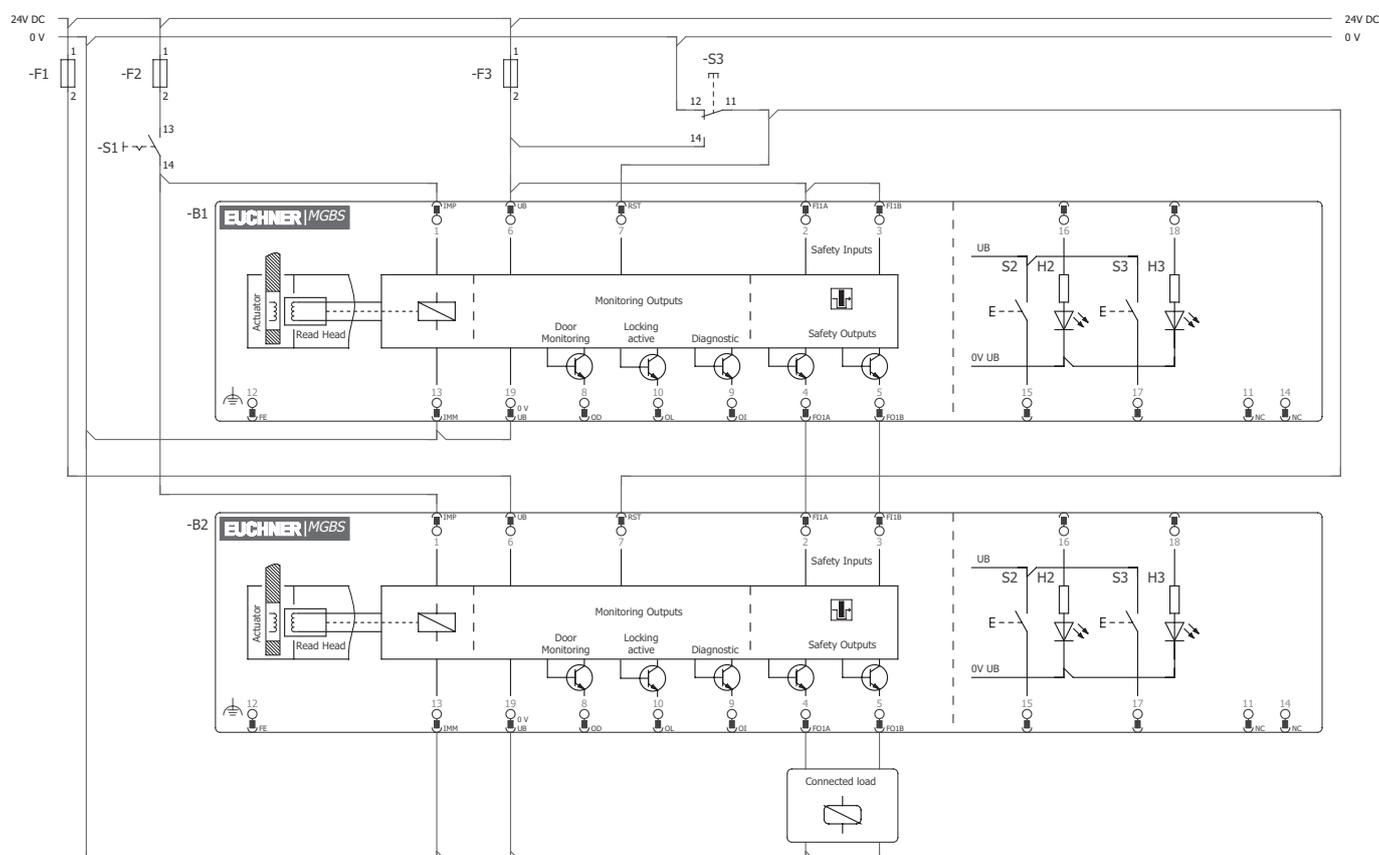

Fig. 6: Ejemplo de conexión para cadena de interruptores, versión con conector M23
- ▶ Debe utilizarse una señal común para todos los módulos de bloqueo de la cadena. Puede tratarse de un conmutador, pero también se puede utilizar la salida de un sistema de control. No deben utilizarse pulsadores, ya que el reinicio siempre debe estar en GND durante el funcionamiento (véase el interruptor S3 en la Fig. 6 en la página 29).
Para que esto sea posible, la entrada RST debe conectarse como se muestra en la *Fig. 6 en la página 29*.